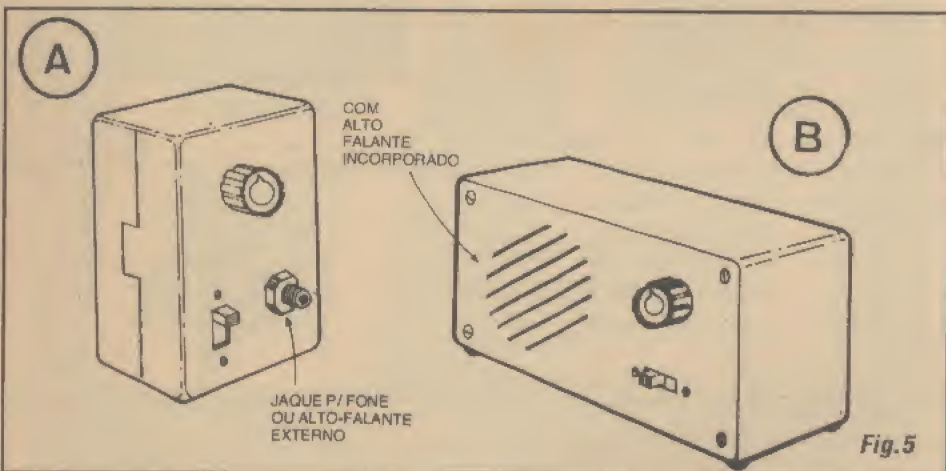

Fig. 5
- **FIG. 5 - SUGESTÕES PARA ACONDICIONAMENTO E ACABAMENTO DO RELAX...** - Se for pretendido o uso de fone, ou mesmo de alto-falante *externo* (acondicionado, eventualmente, num pequeno sonofletor...), nossa sugestão encontra-se na figura 5-A que é *auto-explicativa*... Quem quiser incorporar definitivamente o alto-falante ao conjunto, mantendo-o *dentro* da caixa, poderá adotar a sugestão 5-B (também muito óbvia, não necessitando de maiores detalhamentos...). Apenas um ponto vale comentar, referindo-se à alimentação: se a opção for correspondente ao *modelo* 5-A, o par de baterias *vai bem*, instalado dentro da caixa, com tudo muito bem *calçado* com pedaços de espuma de *nylon* ou *isopor*, para que nada fique *dançando* dentro do *container*...; já a opção pelo alto-falante incorporado (5-B) em definitivo, recomenda a alimentação por fonte (embora nada impeça o uso das baterias, apenas que terão uma durabilidade provavelmente *menor* do que a verificada com o uso básico de fones, apenas esporadicamente funcionando com alto-falante...), com esta montada dentro da caixa, sobressaindo na traseira o *rabicho* (cabo de força com *plugue* C.A.) para conexão à tomada da parede... Na próxima figura, temos o diagrama da fonte (muito simples...) sugerida, para tal caso...